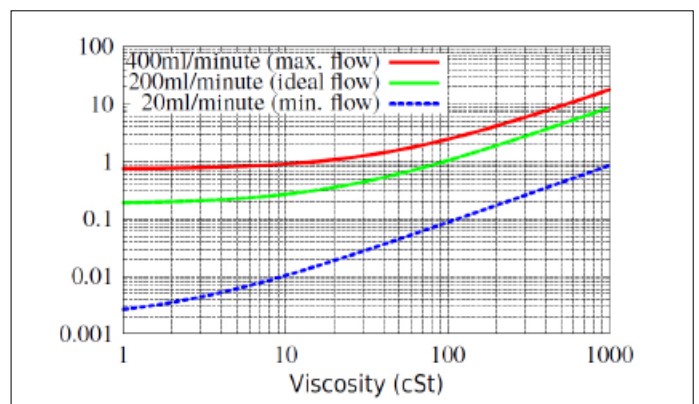

Figura 5.11
- Utilizzare la figura 5.11 per controllare la perdita di carico attraverso l'ingresso e l'uscita dall'ICM 2.0, con questa portata e questa viscosità. Ad es. con 30 cSt e 200 ml/minuto, si ottengono 0.4 bar. La massima e minima perdita di carico consentita possono anche essere determinate utilizzando le linee relative a 400 ml/min e 20 ml/min